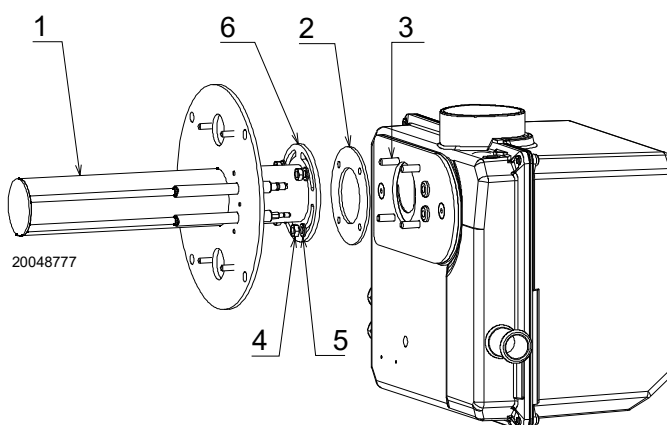

Fig. 6
- Svitare il dado 4)(Fig. 6) e rondella 5) premontati;